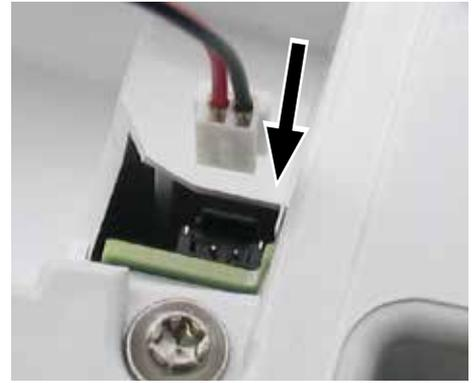

Fig. 3
**i** Durante la puesta en servicio, enchufe el cable de conexión del soporte de las pilas al aparato (Fig. 3).